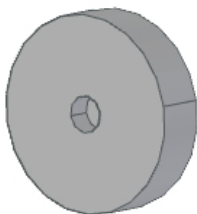

Рис. 3
2) Рециркуляции (рис. 2b) - внутренняя циркуляция воздуха с использованием угольного фильтра (рис.3).
При внутренней циркуляции следует установить угольный фильтр (рис. 3).
Если Вы используете газовую плиту или газовую поверхность, расстояние "А" между нижней частью вытяжки и поверхность для приготовления пищи должно составлять не менее 65 см, если электрическая не менее 50 см (Рис.3). Во время монтажных работ следует соблюдать действующие положения по отводу воздуха. Когда вытяжка используется одновременно с устройствами сжигания газа или другого топлива, в помещении должна быть надлежащая вентиляция. Для оптимального отведения воздуха следует использовать жесткую пластиковую трубу диаметром 150 мм с применением соответствующего переходника или с помощью труб и фитингов с круглым сечением